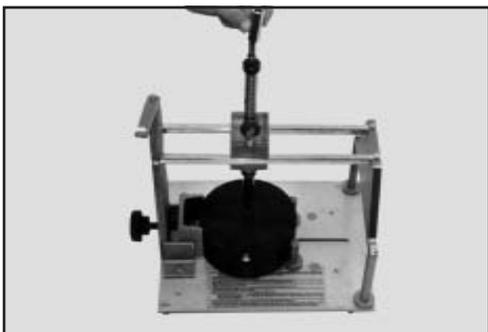

**Figura 11**
**4.5** Posicione la mecha sobre la marca de agujereado indicada en el cabezal lateral y apriete el tornillo de retención del bloque soporte (Figura 11).